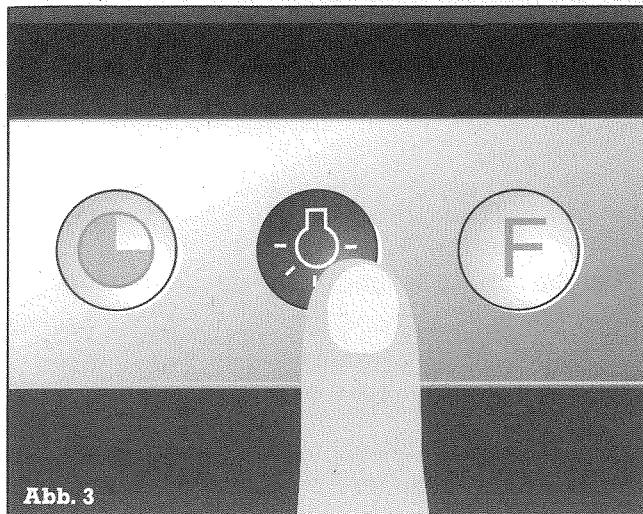

Abb. 3
Die Beleuchtung kann unabhängig vom Betrieb der Abzugshaube durch Betätigen der Taste **④** ein- bzw. ausgeschaltet werden (s. Abb. 3).